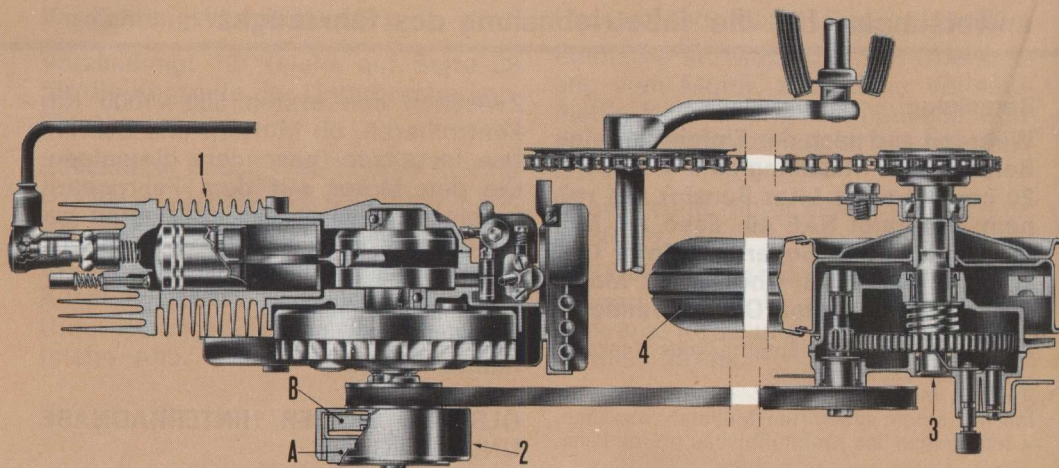

Abb. 1a - Motor und Kraftübertragung für Mofa-Moped «Ciao» Mod. M7E, «Bravo» Mod. TM - EM und «Si» Mod. SDM.
Untersetzungsgetriebe siehe Abb. 1a und 1b.
Kupplung, Keilriemen, Riemenscheibe, Untersetzungsgetriebe und Hinterrad. Übersetzung Motor - Rad: 1/17,48 (siehe Abb. 1a).
Übersetzung vom Motor, automatische Kupplung, Keilriemen, Riemenscheibe, Untersetzungsgetriebe und Hinterrad (siehe Abb. 1a und 1b).
1.-5. - Motor- und Radgruppe gleich jener der Abb. 1a) - 2. Getriebeautomatik: C) Getriebeautomatikmassen; D) Regelscheibe - 3. Automatische Kupplung; E) Fliehkraftgewichte zum Starten; F) Fliehkraftgewichte für Kraftübertragung vom Motor; G) Regelscheibe - 4. Hinterradnabe und Untersetzungsgetriebe.